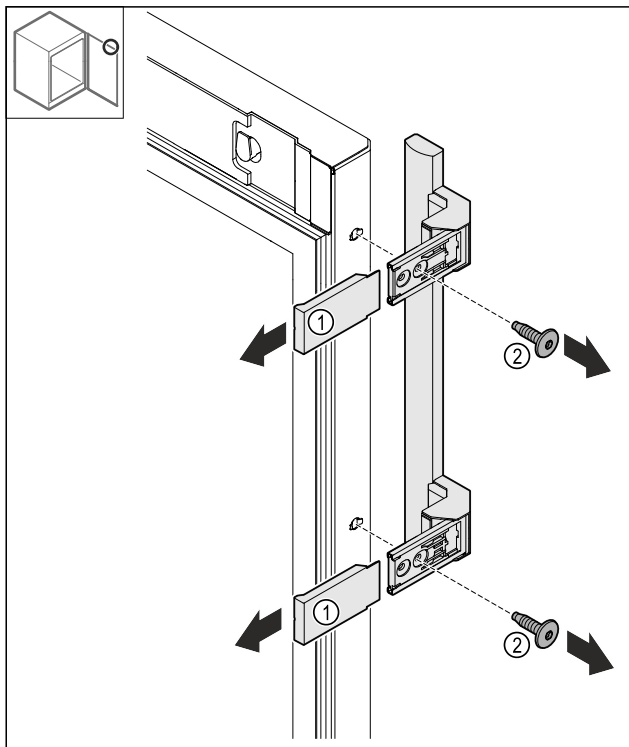

Fig. 25
- ▶ Свалете капците Fig. 25 (1).
- ▶ Разхлабете винтовете Fig. 25 (2).